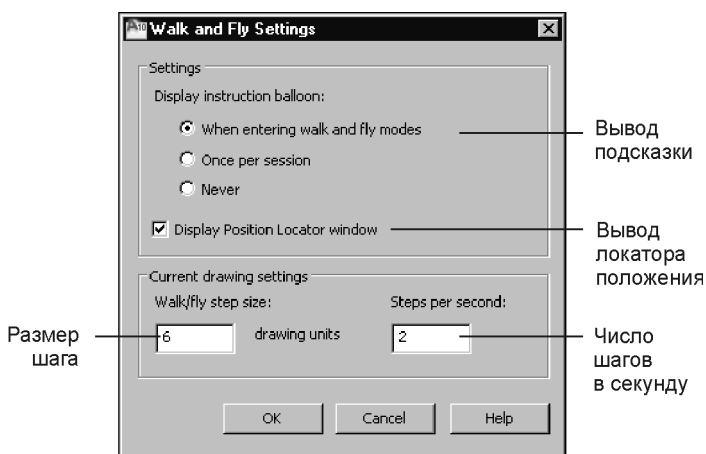

Рис. 8.5. Диалоговое окно для настройки параметров обхода/облета чертежа
2. В диалоговом окне **Walk and Fly Settings** (Параметры обхода и облета) (рис. 8.5) в разделе **Settings** (Параметры) выполните следующие действия: